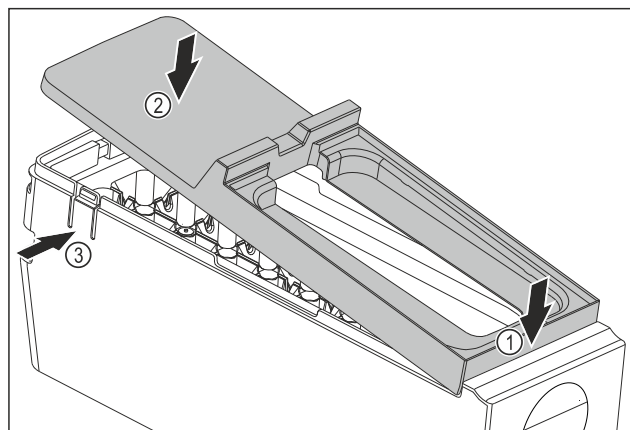

Fig. 81
- ▶ Встановіть кришку корпусу EasyTwist-Ice: Прикріпіть кришку спереду. Fig. 81 (1)
- ▶ Опустіть кришку ззаду. Fig. 81 (2)
- ▷ Кришка зі звуком фіксується в обох виступах Fig. 81 (3).